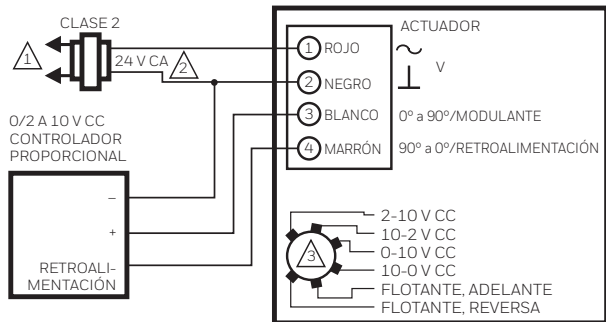

Fig. 14. Cableado para el control proporcional modulante (0/2 a 10 V CC), MS75 (se muestra) y MS71.
- a. Señal de entrada de V CC: aplique la señal 5 a 6 V CC en el cable de control (BLANCO). Consulte la Fig. 14.
- b. Señal de entrada de mA: aplique la señal de 10 a 12 mA en el cable de control (BLANCO). Consulte la Fig. 14.
- c. Flotante: aplique 24 V CA en el cable 0° a 90° (3) o 90° a 0° (4) que corresponda hasta que el dispositivo alcance el 50 %.